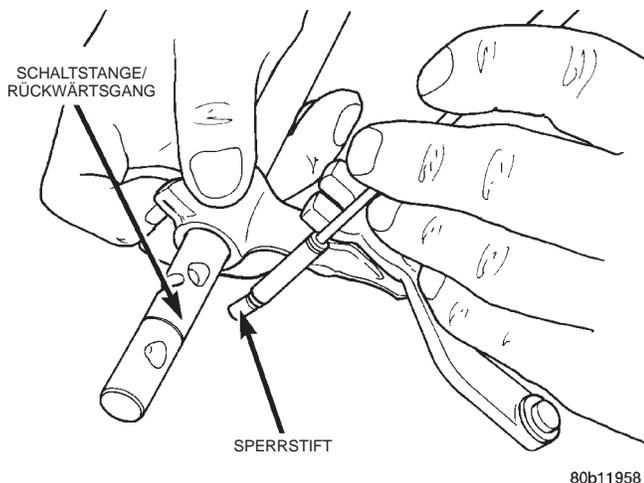

Abb. 71 Sperrstift aus der Schaltstange/Rückwärtsgang ausbauen
(28) Den Sperrstift aus der Schaltstange für den Rückwärtsgang ausbauen (Abb. 71).